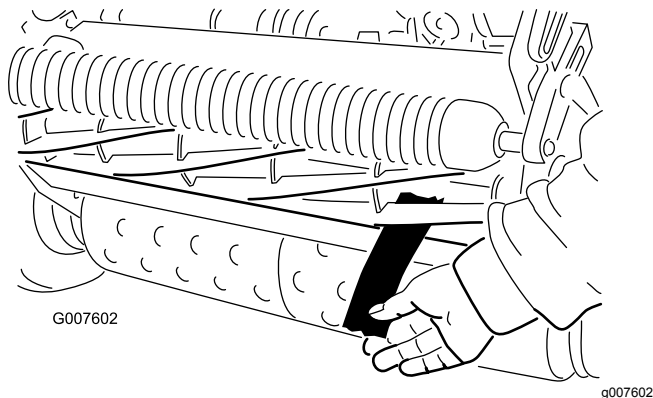

Bild 53
12. Testen Sie die Schnittleistung, indem Sie einen langen Streifen des Schnittleistungspapiers senkrecht zum Untermesser zwischen die Spindel und das Untermesser legen (Bild 53). Drehen Sie die Spindel langsam vorwärts; das Papier sollte geschnitten werden.